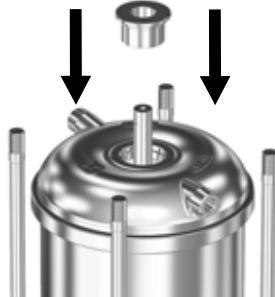
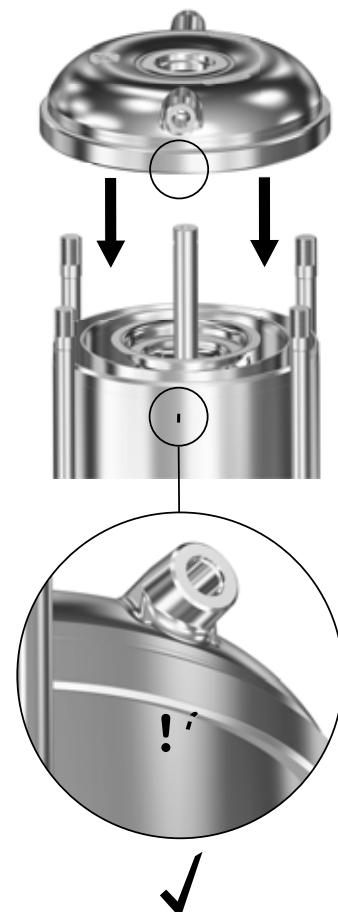

Рис. 5 Установка приспособления J в крышку головной части (2).
Рис. 6 Совмещение крышки головной части (2) и цилиндрического кожуха (55)
- Смажьте и установите новое кольцевое уплотнение (37) в крышку головной части. См. 7.2 Смазочные материалы.
- Только насосы CR: установите четыре винта (60) и кронштейны (2c) в крышку головной части (2). См. раздел 7.1 Моменты затяжки.
- Установите напорный узел (44a) в крышку головной части (2).
- Установите крышку головной части (2) на цилиндрический кожух (55). Используйте приспособление J, чтобы установить комплект камер точно по центру крышки головной части (2). См. рис. 5. Примечание. Установите крышку головной части (2) в точном соответствии с метками, нанесенными на крышку головной части (2) и на кожух (55). См. рис. 6.